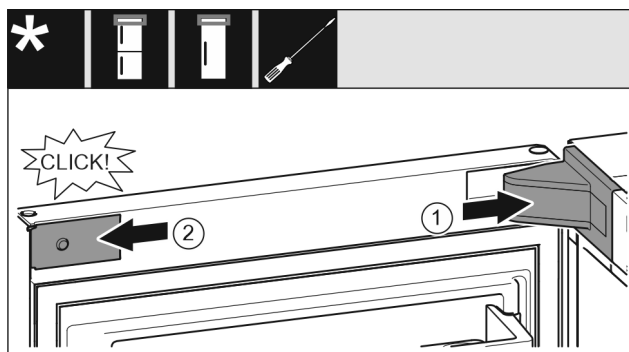

Fig. 22
- ▶ Τοποθετήστε και κουμπώστε το κάλυμμα του στηρίγματος Fig. 22 (1), ενδεχ. ξεκουμπώστε προσεκτικά.
- ▶ Εφαρμόστε στο πλάι το διακοσμητικό κάλυμμα Fig. 22 (2) και κουμπώστε το.